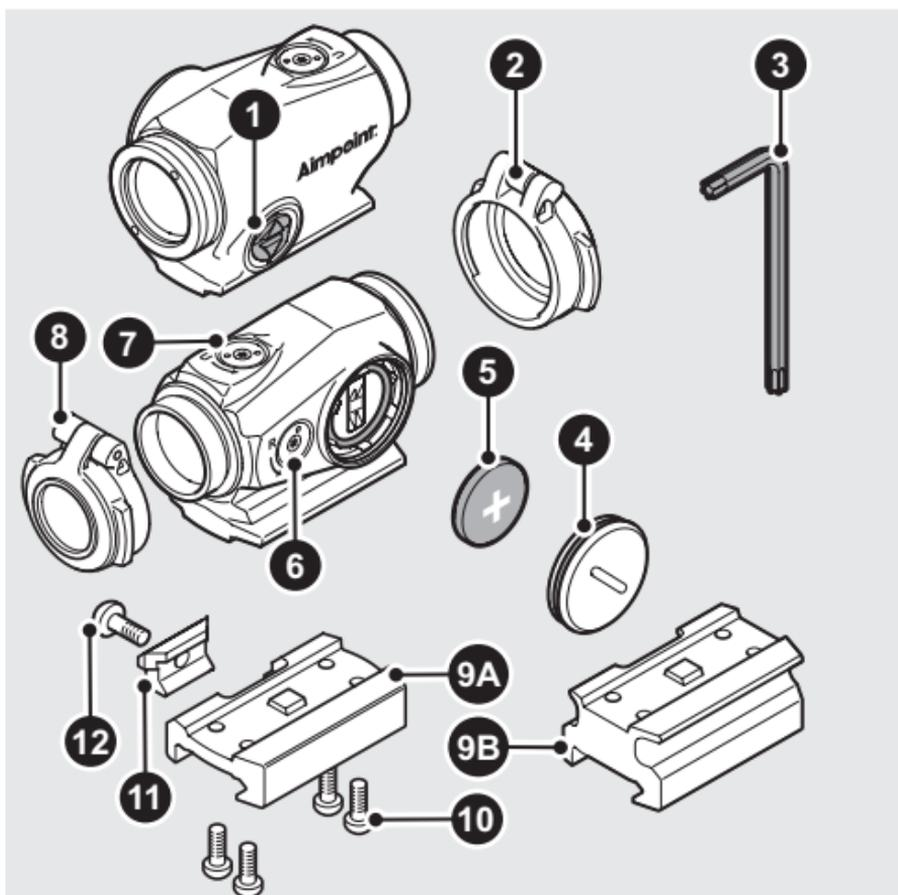

Abb. 1 Übersicht
- c Setzen Sie die Batterie (5) mit der Plusseite (+) zum Batteriedeckel (4) gerichtet ein (siehe Abb. 1).